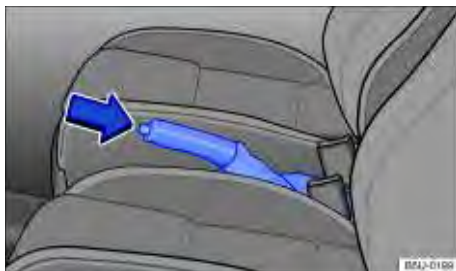

Fig. 109 Entre os bancos dianteiros: freio de estacionamento.
- Puxar a alavanca do freio de estacionamento para cima com o botão bloqueador pressionado \Rightarrow Fig. 109(seta).
Puxar a alavanca do freio de estacionamento um pouco para cima e pressionar o botão bloqueador \Rightarrow Fig. 109 (seta).